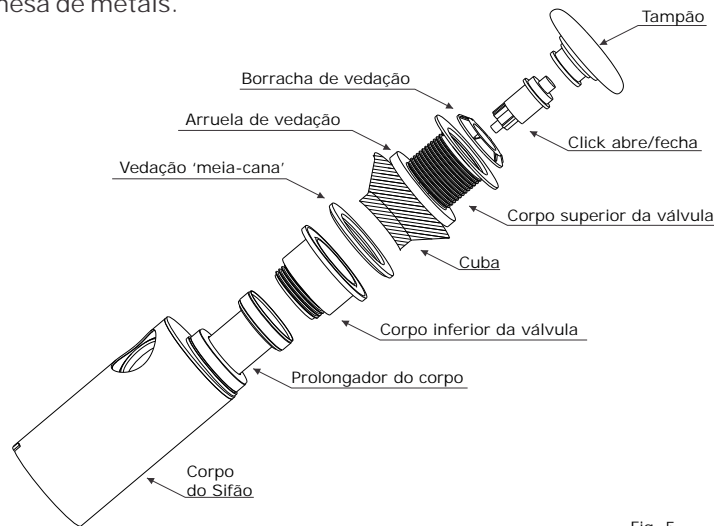

Fig. 5
- 4** Forrar o piso e apoiar a cuba, instalar a válvula de escoamento (acompanha o produto) e o corpo do sifão conforme sequência de montagem abaixo (Fig. 5). Instalar o monocomando na mesa de metais.